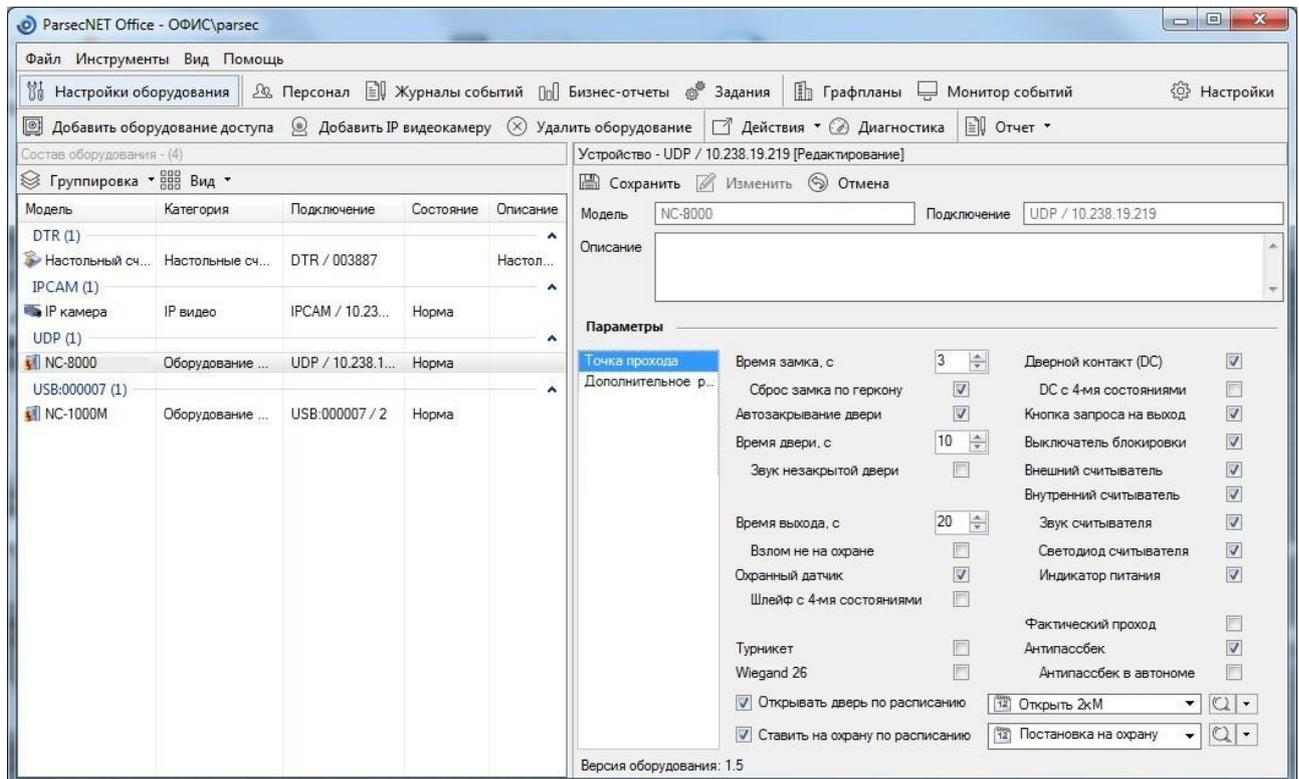

Рисунок 28. Настройка контроллера в ParsecNET Office
- подключение по Ethernet. Контроллер отображается на канале UDP (см. рис. 28).